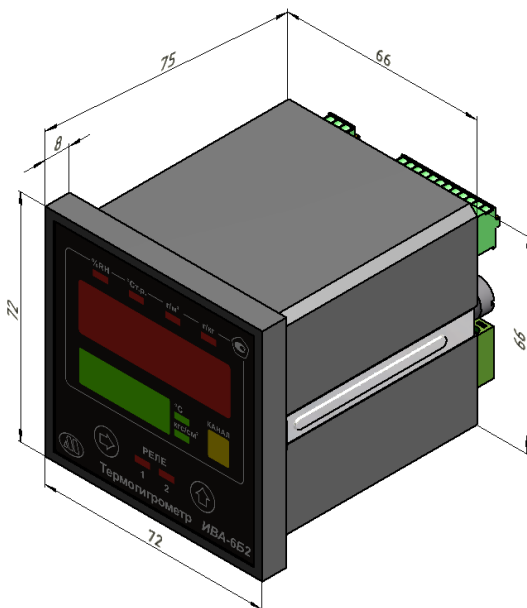

Рис.1. Внешний вид и установочные размеры блока индикации.
4.2. Блок индикации ИВА-6Б2 (рис.1) предназначен для подключения измерительных преобразователей точки росы (инея) ДТР модификации -СМ (и давления - для измерительного преобразователя в составе пробоотборного устройства ПДВ-8) и/или преобразователей влажности и температуры ДВ2ТСМ.
5.2. Блок индикации ИВА-6Б2 рассчитан на утопленный монтаж на щите вдали от силовых щитов и оборудования, создающих сильные электромагнитные и электрические поля. Установочные размеры блока индикации показаны на рис.1.